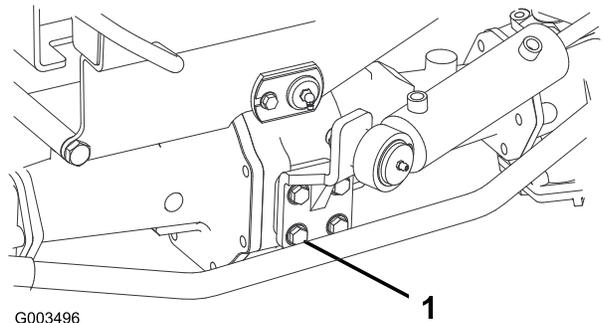

Figure 64
2. Serrez les 4 boulons du support du vérin de direction (Figure 64) à un couple de 65 à 81 N·m.